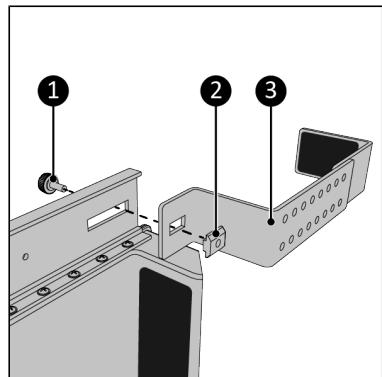

Abbildung 132.
7. Schrauben Sie die Halterung (Abbildung 132, Pos. 3) mit der Knopfschraube (Abbildung 132, Pos. 1) an der Hauptschiene in der vorderen Position fest.. Stellen Sie sicher, dass Sie die Knopfschraube mit der Gleitmutter verbinden (Abbildung 132, Pos. 2).